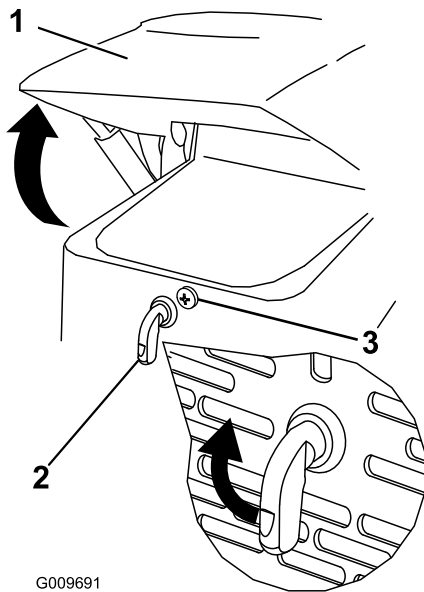

Figura 27
1. Afloje el tornillo de bloqueo del capó (Figura 27)
2. Gire el cierre del capó en el sentido de las agujas del reloj (Figura 27).
3. Levante el capó (Figura 27).
3. Ajuste el tornillo de bloqueo del capó para asegurar el cierre (Figura 27).